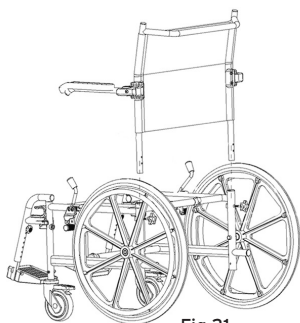

Fig.21
- Inserire lo schienale all'interno dei fori sul telaio della carrozzina e fissare lo schienale tramite i due pomelli di fissaggio (Fig.21);